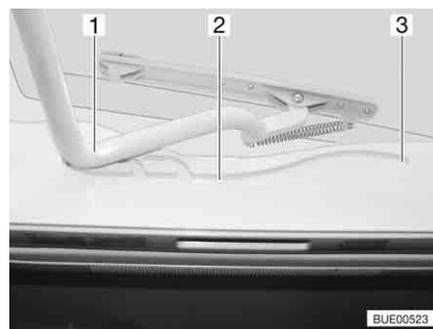

Fig. 62 Oblò Heki, guida
- Tirare la staffa (Fig. 62,1) nelle guide (Fig. 62,2) fino alla posizione più all'indietro (Fig. 62,3).
- Spingere la staffa (Fig. 62,1) leggermente verso l'alto con ambedue le mani.
- Tirare la staffa nelle guide (Fig. 62,2) fino alla posizione desiderata.